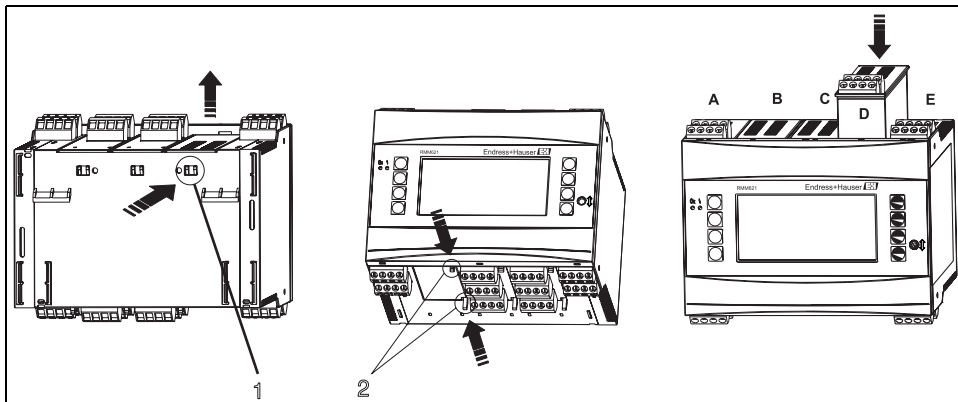

Fig. 4: Installazione di una scheda d'espansione (a titolo d'esempio)
Il dispositivo può essere dotato di diverse schede di espansione. A questo scopo sono disponibili tre slot. Gli slot per le schede d'espansione sono contrassegnati sul dispositivo con B, C e D (→ Fig. 4).
2. Togliere la piastra di chiusura dal relativo slot (B, C o D), premendo i ganci di fissaggio presenti sulla parte inferiore del dispositivo (v. Fig. 4, pos. 2) e spingere contemporaneamente verso l'interno (ad es. con un cacciavite) il gancio di fissaggio, posto sul retro della custodia (v. Fig. 4, pos. 1); estrarre infine la piastra di chiusura dall'alto.
3. Inserire la scheda d'espansione dall'alto nel dispositivo base. La scheda d'espansione è alloggiata correttamente solo quando i ganci scattano, fissandosi alla parte inferiore e posteriore del dispositivo (v. Fig. 4, pos. 1 e 2). Assicurarsi che i morsetti d'ingresso della scheda d'espansione siano rivolti verso l'alto e quelli per il collegamento verso la parte anteriore.